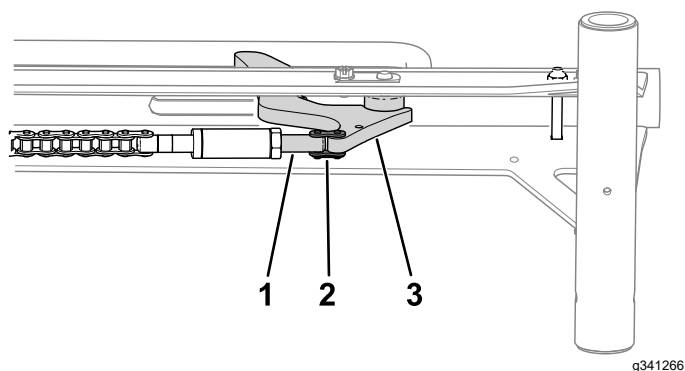

Figura 4
6. Utilizzate un tirante a catena per montare il tenditore del tirante a catena al fermo della ruota (Figura 4).